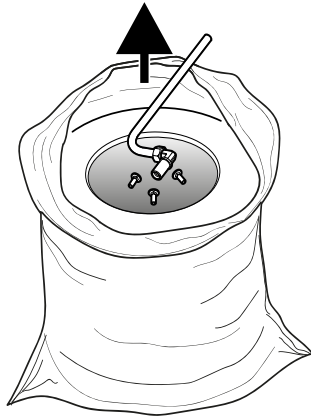

Fig. 22
10. Retirez les boulons de carrosserie et le tube à air de la cartouche de filtre (Fig. 22) pour les remonter sur le nouveau filtre à cartouche.